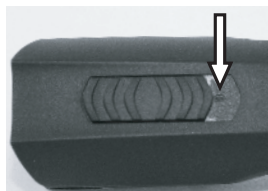

図 4 スイッチOFF位置
2. バリカンのスイッチがOFFの位置(0)である事を確認してください(図4)。